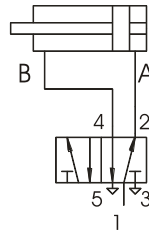

Bild 4
Pneumatik Anschluss, Bild 4, 5
1. Schutzstopfen M5 (1) an der Endplatte (2) entfernen.
3. Pneumatikschläuche gemäss Schema anschliessen; Bild 4